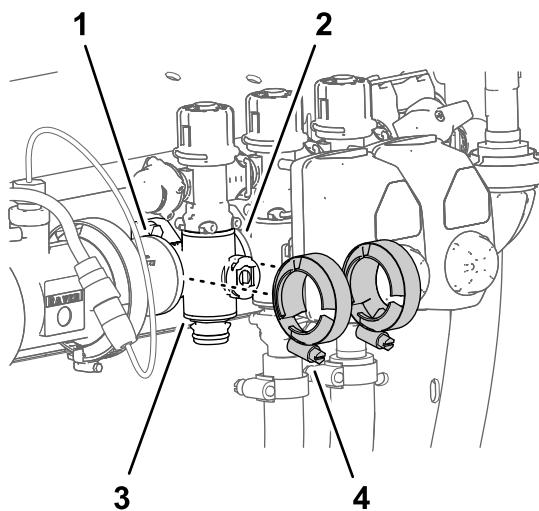

Bild 126
3. Entfernen Sie die zwei Flanschklemmen, mit denen das Abschnittventilverteilerventil an den Flanschen der danebenliegenden Komponenten befestigt ist (Bild 126).